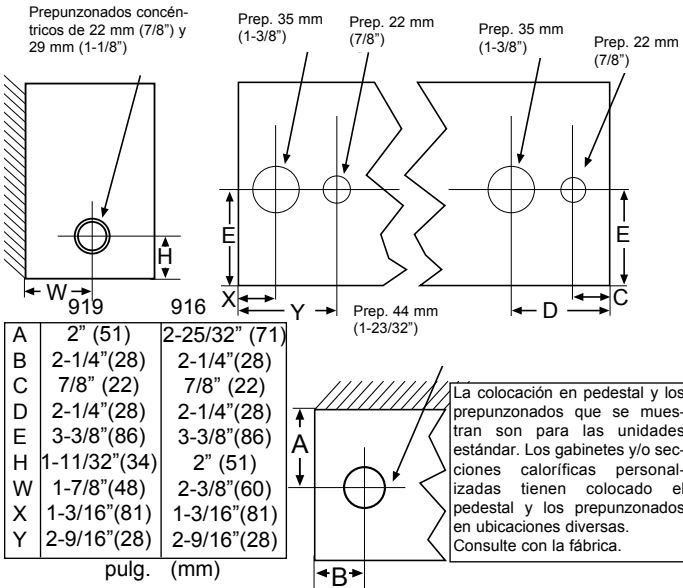

Fig. 2
1. Realice el tendido de un circuito de derivación, de la tensión y calibre de cables adecuado, hasta la ubicación de la caja de conexiones izquierda o derecha, como se indica en el diagrama de conexión del calefactor. Los calefactores básicos están precableados y pueden conectarse al circuito de derivación por cualquiera de sus extremos. Los calefactores con controles están precableados para su conexión al circuito de derivación por uno solo de sus extremos (consulte el diagrama de conexión del calefactor). Sin embargo, el calefactor puede cablearse a partir del extremo opuesto si se tienen los cables a través del canal de cables del calefactor. Vea las ubicaciones de los prepunzonados en la Fig. 2.
3. Extraiga los prepunzonados eléctricos apropiados de una de las cajas de conexiones. Vea las ubicaciones de los prepunzonados en la Fig. 2. Si el calefactor se va a montar en un pedestal, consulte las instrucciones de instalación del juego de pedestal.
2. Consulte el diagrama de conexionado para ver cómo es la entrada de la alimentación eléctrica, y extraiga el prepunzonado eléctrico apropiado (Fig. 2) del calefactor en el que va a hacer las conexiones de alimentación eléctrica. La conexión de alimentación eléctrica puede llevarse hasta el extremo de un calefactor, y los calefactores restantes pueden conectarse en paralelo mediante el canal de cables. Para dimensionar el conexionado instalado en el sitio en el canal de cables utilice la Tabla B, o utilice la Tabla C para determinar la máxima longitud o tramo de calefactores posible mediante el uso de los cables instalados en fábrica en el canal de cables del calefactor. Si las unidades se van a montar en un pedestal, consulte las instrucciones de instalación del juego de pedestal.